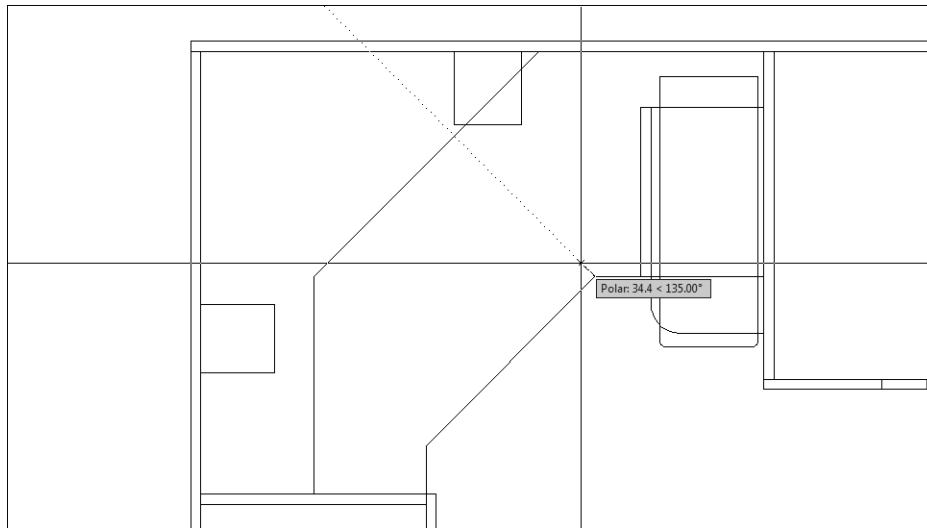

Рис. 5.12. AutoCAD в режиме POLAR распознал направление под углом 45°
5. Переместите указатель-перекрестие от первой точки влево и вверх примерно под углом 45°. Если вы правильно зададите направление, AutoCAD распознает его, о чем можно будет судить по пунктирной линии и всплывающей подсказке режима POLAR (Полярное отслеживание), как показано на рис. 5.12.
6. Получив изображение, представленное на рис. 5.12, введите в командном окне значение **28** ( $30 - 2 = 28$ ).